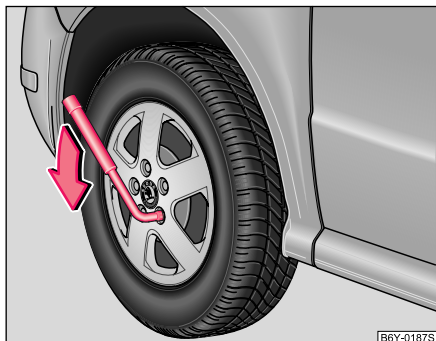

Abb. 144 Radwechsel:
- Fassen Sie am Schlüsselende an, und drehen Sie die Schraube etwa **eine** Umdrehung nach links ⇒ Abb. 144.